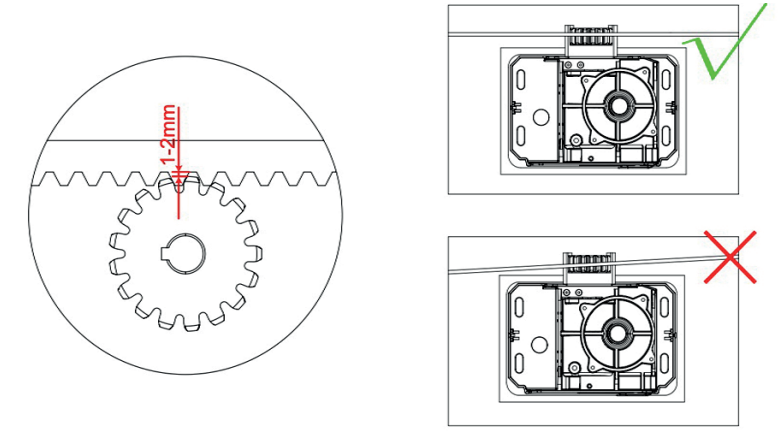

Рисунок 12
- Забезпечте мінімальний зазор 1–2 мм між вихідною шестернею та зубчастою рейкою по всій довжині (див. рис. 12).